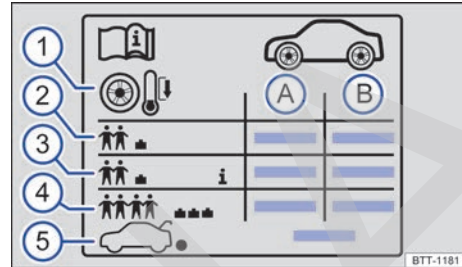

Fig. 189 Símbolos en el adhesivo de la presión de inflado de los neumáticos.
Datos que figuran en el adhesivo de la presión de inflado de los neumáticos → fig. 189:
En función del vehículo, el adhesivo de la presión de inflado de los neumáticos puede incluir una presión de inflado de confort → fig. 189 ③. La presión de inflado de confort permite aumentar el confort de marcha. Cuando se circula con la presión de inflado de confort, puede que se incremente el consumo de combustible.